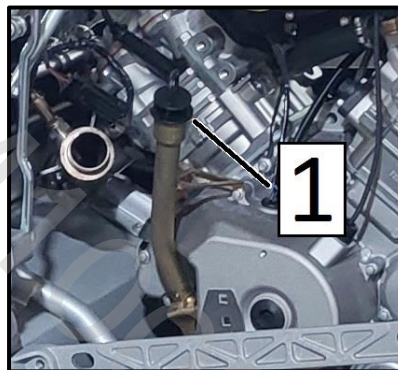

Рис. 4
3. На холодном двигателе извлеките щуп (поз. 1, рис. 4) и протрите его.